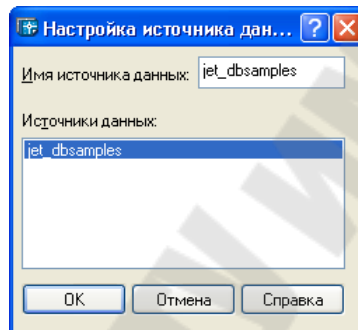

Рис. 12.4. – Имя источника данных
3. В диалоговом окне Настройка источника данных... установить Имя источника данных *jet\_dbsamples* (см рис. 12.4).